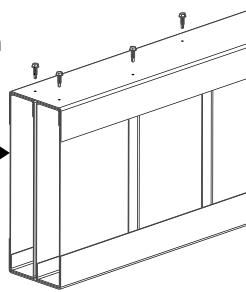

Fig. 31
4. Fixez les ferrures de poutre double pour poteau à la poutre double avec les vis autoperceuses Evolution, comme illustré à la fig. 31. Assurez-vous que la poutre est parallèle à la lisse de départ et que ses extrémités sont alignées sur cette dernière.